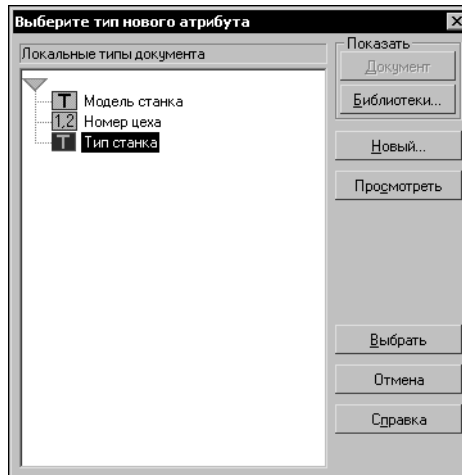

Рис. 66.2. Диалог выбора типа атрибута
3. Нажмите кнопку **Новый...** для вызова диалога выбора типа атрибута (рис. 66.2).